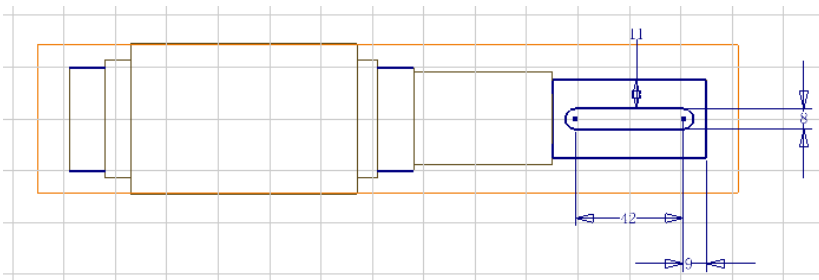
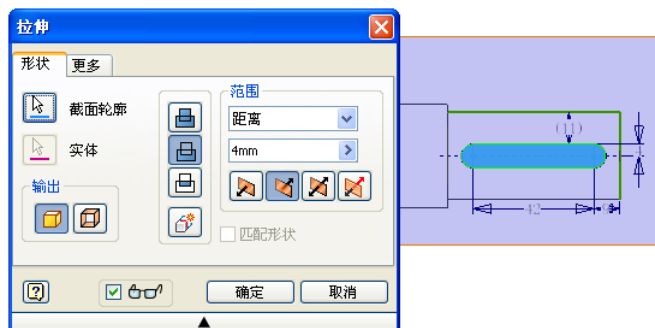
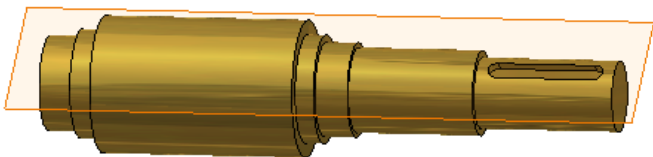

图 8-27 绘制草图图形
图 8-28 拉伸示意图
图 8-29 拉伸出键槽
②在这个工作平面上新建草图，绘制如图 8-27 所示的几何图形。
③使用【尺寸】工具为其添加形状尺寸和位置尺寸。
④需要注意，图中所绘制的几何图形由两条直线和两端圆弧组成，这两段圆弧分别与两条直线在每一个交点处相切。
单击【草图】标签上的【完成草图】工具按钮，退出草图环境，进入零件特征环境。单击【模型】标签栏【创建】面板上的【拉伸】工具按钮，打开【拉伸】对话框，选择图 8-27 中绘制的几何图形作为拉伸截面，布尔操作方式选择为【求差】，终止方式为【距离】，设置拉伸距离为 4mm，其他设置如图 8-28 中的【拉伸】对话框所示，单击【确定】按钮，完成键槽的创建，此时零件如图 8-29 所示。